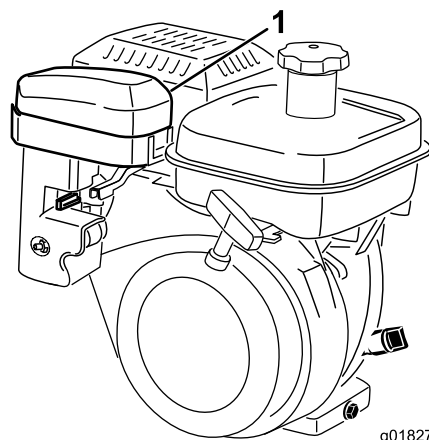
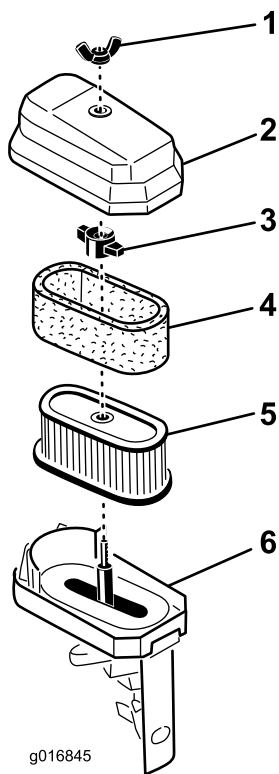

Figure 36
Figure 37
3. Nettoyez le couvercle (Figure 36 et Figure 37).
4. Si l'élément en mousse est encrassé, sortez-le de l'élément en papier (Figure 37) ; nettoyez-le comme suit.